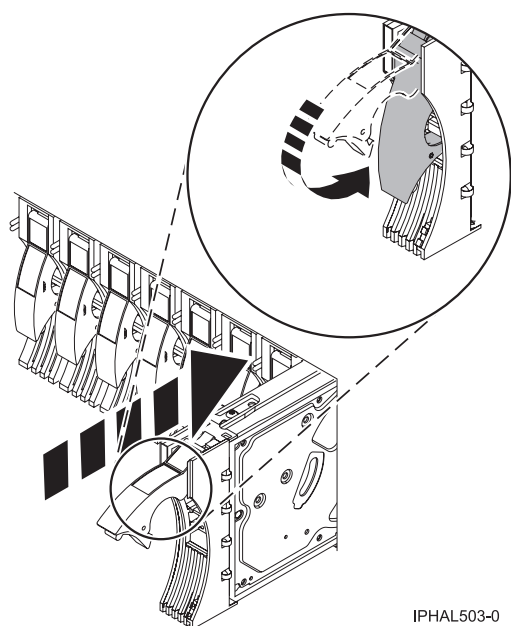

Figura 43. Instal·lació d'una unitat de disc en un model
7. Empenyeu la nansa de la unitat de disc fins que es quedi bloquejada, com es mostra a la Figura 43 a la pàgina 66.